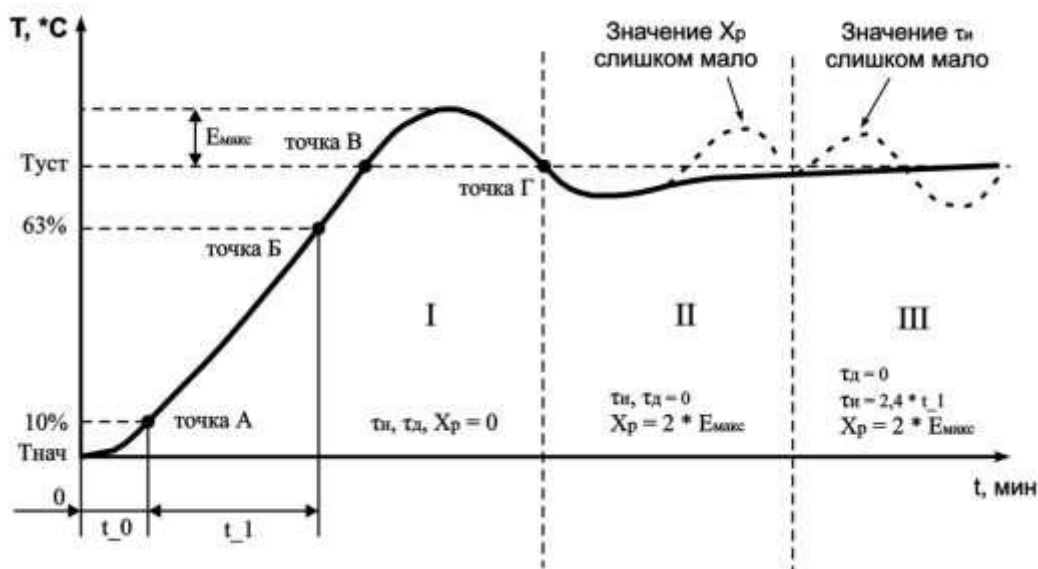

Рисунок 7.1 - Ручная настройка ПИД-регулятора
7.2.5.2.3 Установить значение параметра $CH_1 = 3$ (CH_2 , CH_3 , CH_4). После нажатия кнопки , на индикаторе отобразится мигающая надпись “ PID ” с соответствующим индикатором номера настраиваемого канала в течении времени 10 сек (время может меняться в зависимости от установленного времени фильтра Ft_1 , Ft_2 , Ft_3 , Ft_4). По окончании времени регулятор выдаст непрерывный максимальный выходной сигнал и на дисплее отобразится текущая температура с точкой в младшем разряде “xxx.”. В результате чего выходное реле нагрузки будет включено до тех пор, пока не будет достигнута величина температуры равная SP ($T_{уст}$). После выключения реле нагрузки (стадия I, точка В на рисунке 7.1) некоторое время температура по инерции будет продолжать увеличиваться. Как только контролируемая температура опустится ниже SP ($T_{уст}$), процесс автонастройки заканчивается (точка Г рисунок 7.1), на дисплее отображается непрерывная надпись “ PID ”. ТР-101 вычисляет коэффициенты ПИД регулятора: полосу пропорциональности X_p , постоянную времени интегрирования t_i , постоянную времени дифференцирования t_d . После окончания автонастройки необходимо нажатием кнопки  перевести прибор в режим программирования, в котором можно посмотреть и скорректировать полученные значения коэффициентов.
7.2.6.3.6 Измерить максимальное значение перерегулирования между точками В и Г ($E_{\max}$, рисунок 7.1).